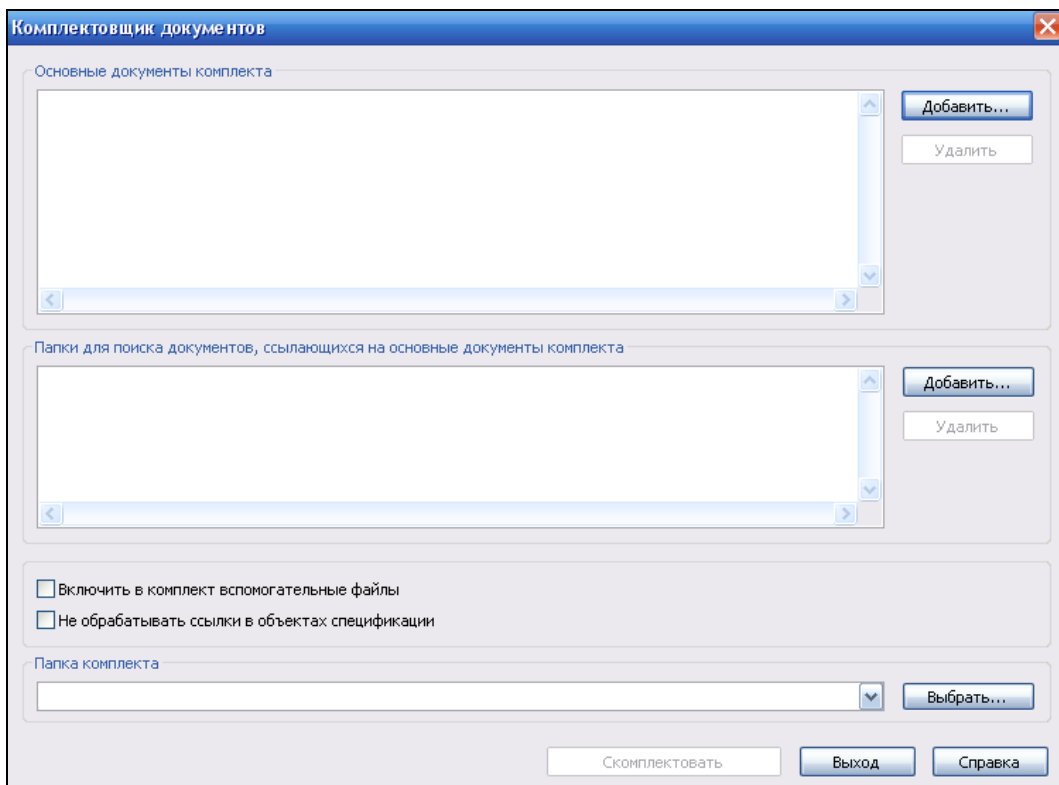

Рис. 10.3. Диалоговое окно **Комплектовщик документов**
- ◆ перейдите на вкладку **Комплектовщик документов** и в правой части диалогового окна щелкните ЛК мыши по папке *Комплектовщик документов*. На экране появится диалоговое окно **Комплектовщик документов** (рис. 10.3). Оно разделено по горизонтали на два окна: **Основные документы комплекта** и **Папки для поиска документов, ссылающихся на основные документы комплекта**.